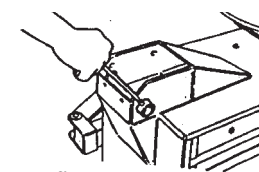
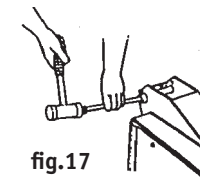
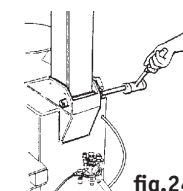

fig.16
fig.17
fig.24
- Smontare la vite perno-fulcro palo con chiave a brugola di 6 (fig.16) e sfilare il perno come da fig.17.
- Fissare il palo al cassone infilando il perno con un martello (fig.24) e stringere la vite perno-fulcro (fig.16).
- Unscrew the column pivot-pin bolt with a 6 mm hex key (fig. 16) and remove the pin as shown in fig. (17).
- Fix the column to the machine body (fig.24) inserting the pivot-pin with a hammer and tighten the pivot-pin bolt (fig.16).